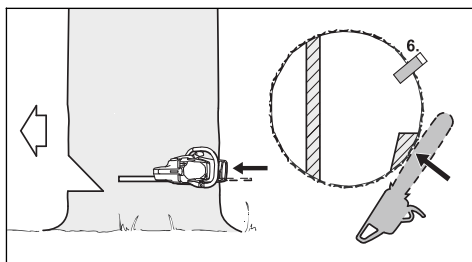

Рис. 25
- Установить клин для валки дерева (рис. 25, поз. 6)